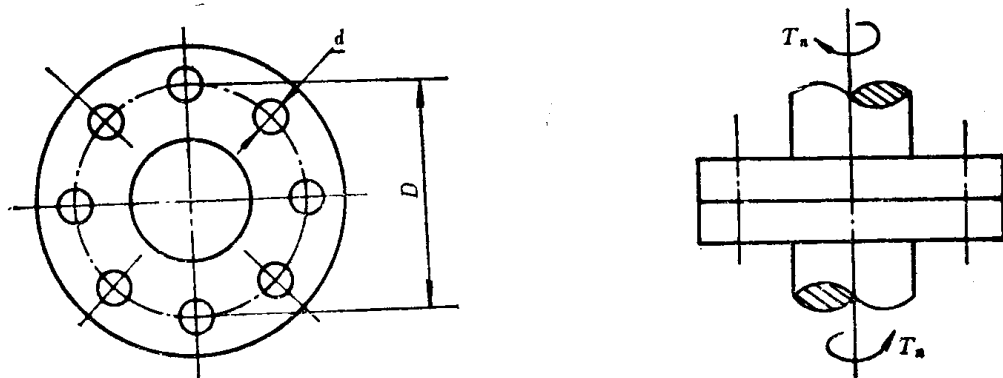

图 5-3
**例5-4** 有一突缘法兰连接, 传递扭矩为  $T_n$ , 8个M20的螺栓均布在直径为  $D$  的圆周上, 如图5-3所示。若采用(1)精制螺栓连接; (2)高强度螺栓连接。试比较哪一种连接方法传递的扭矩大。已知精制螺栓的材料为Q235,  $[\tau'] = 140 \text{ MPa}$ , 高强度螺栓的材料为45钢, M20的螺栓预拉力  $P_s = 118 \text{ kN}$ , 连接处构件的摩擦系数  $f = 0.3$ 。